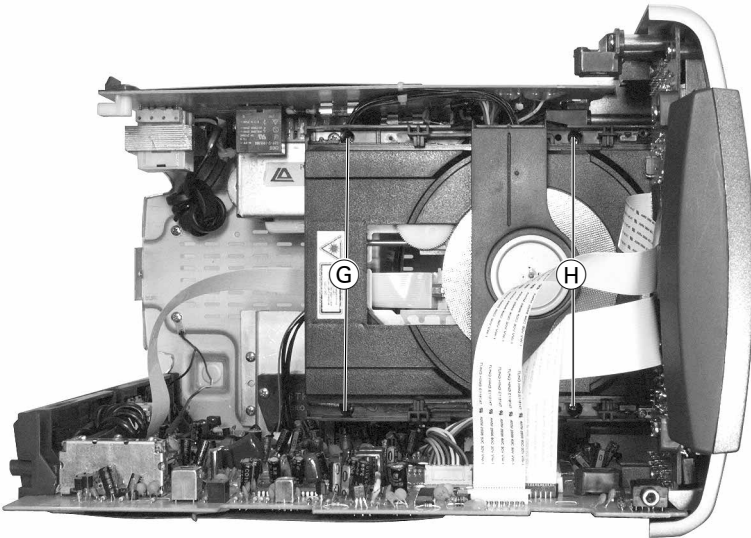

Fig. 7
- 2 Schrauben ⑥ (Fig. 7) herausdrehen.
- 2 Schrauben ⑦ (Fig. 7) herausdrehen.
- Undo 2 screws ⑥ (Fig. 7).
- Undo 2 screws ⑦ (Fig. 7).